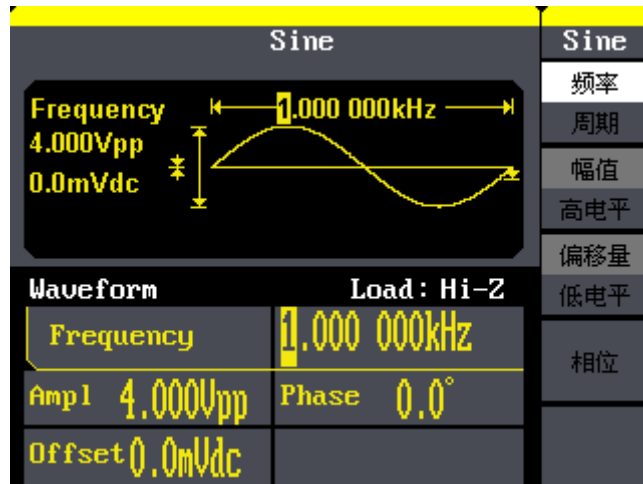

图 1-6 正弦波默认设置界面
使用 **Sine** 按键，波形图标变为正弦波，并在波形类型区中央出现 Sine 字样。SDG800 系列可输出  $1\mu\text{Hz}$  到  $30\text{MHz}$ ① 的正弦波形。设置频率/周期、幅值/高电平、偏移量/低电平、相位，可以得到不同参数的正弦波。如图 1-6 所示，为正弦波的默认设置。
① :输出的正弦波频率根据机器的带宽而定，以下文章提高的方波信号，噪声信号频率也是一样；SDG800 最大带宽为 30MHz